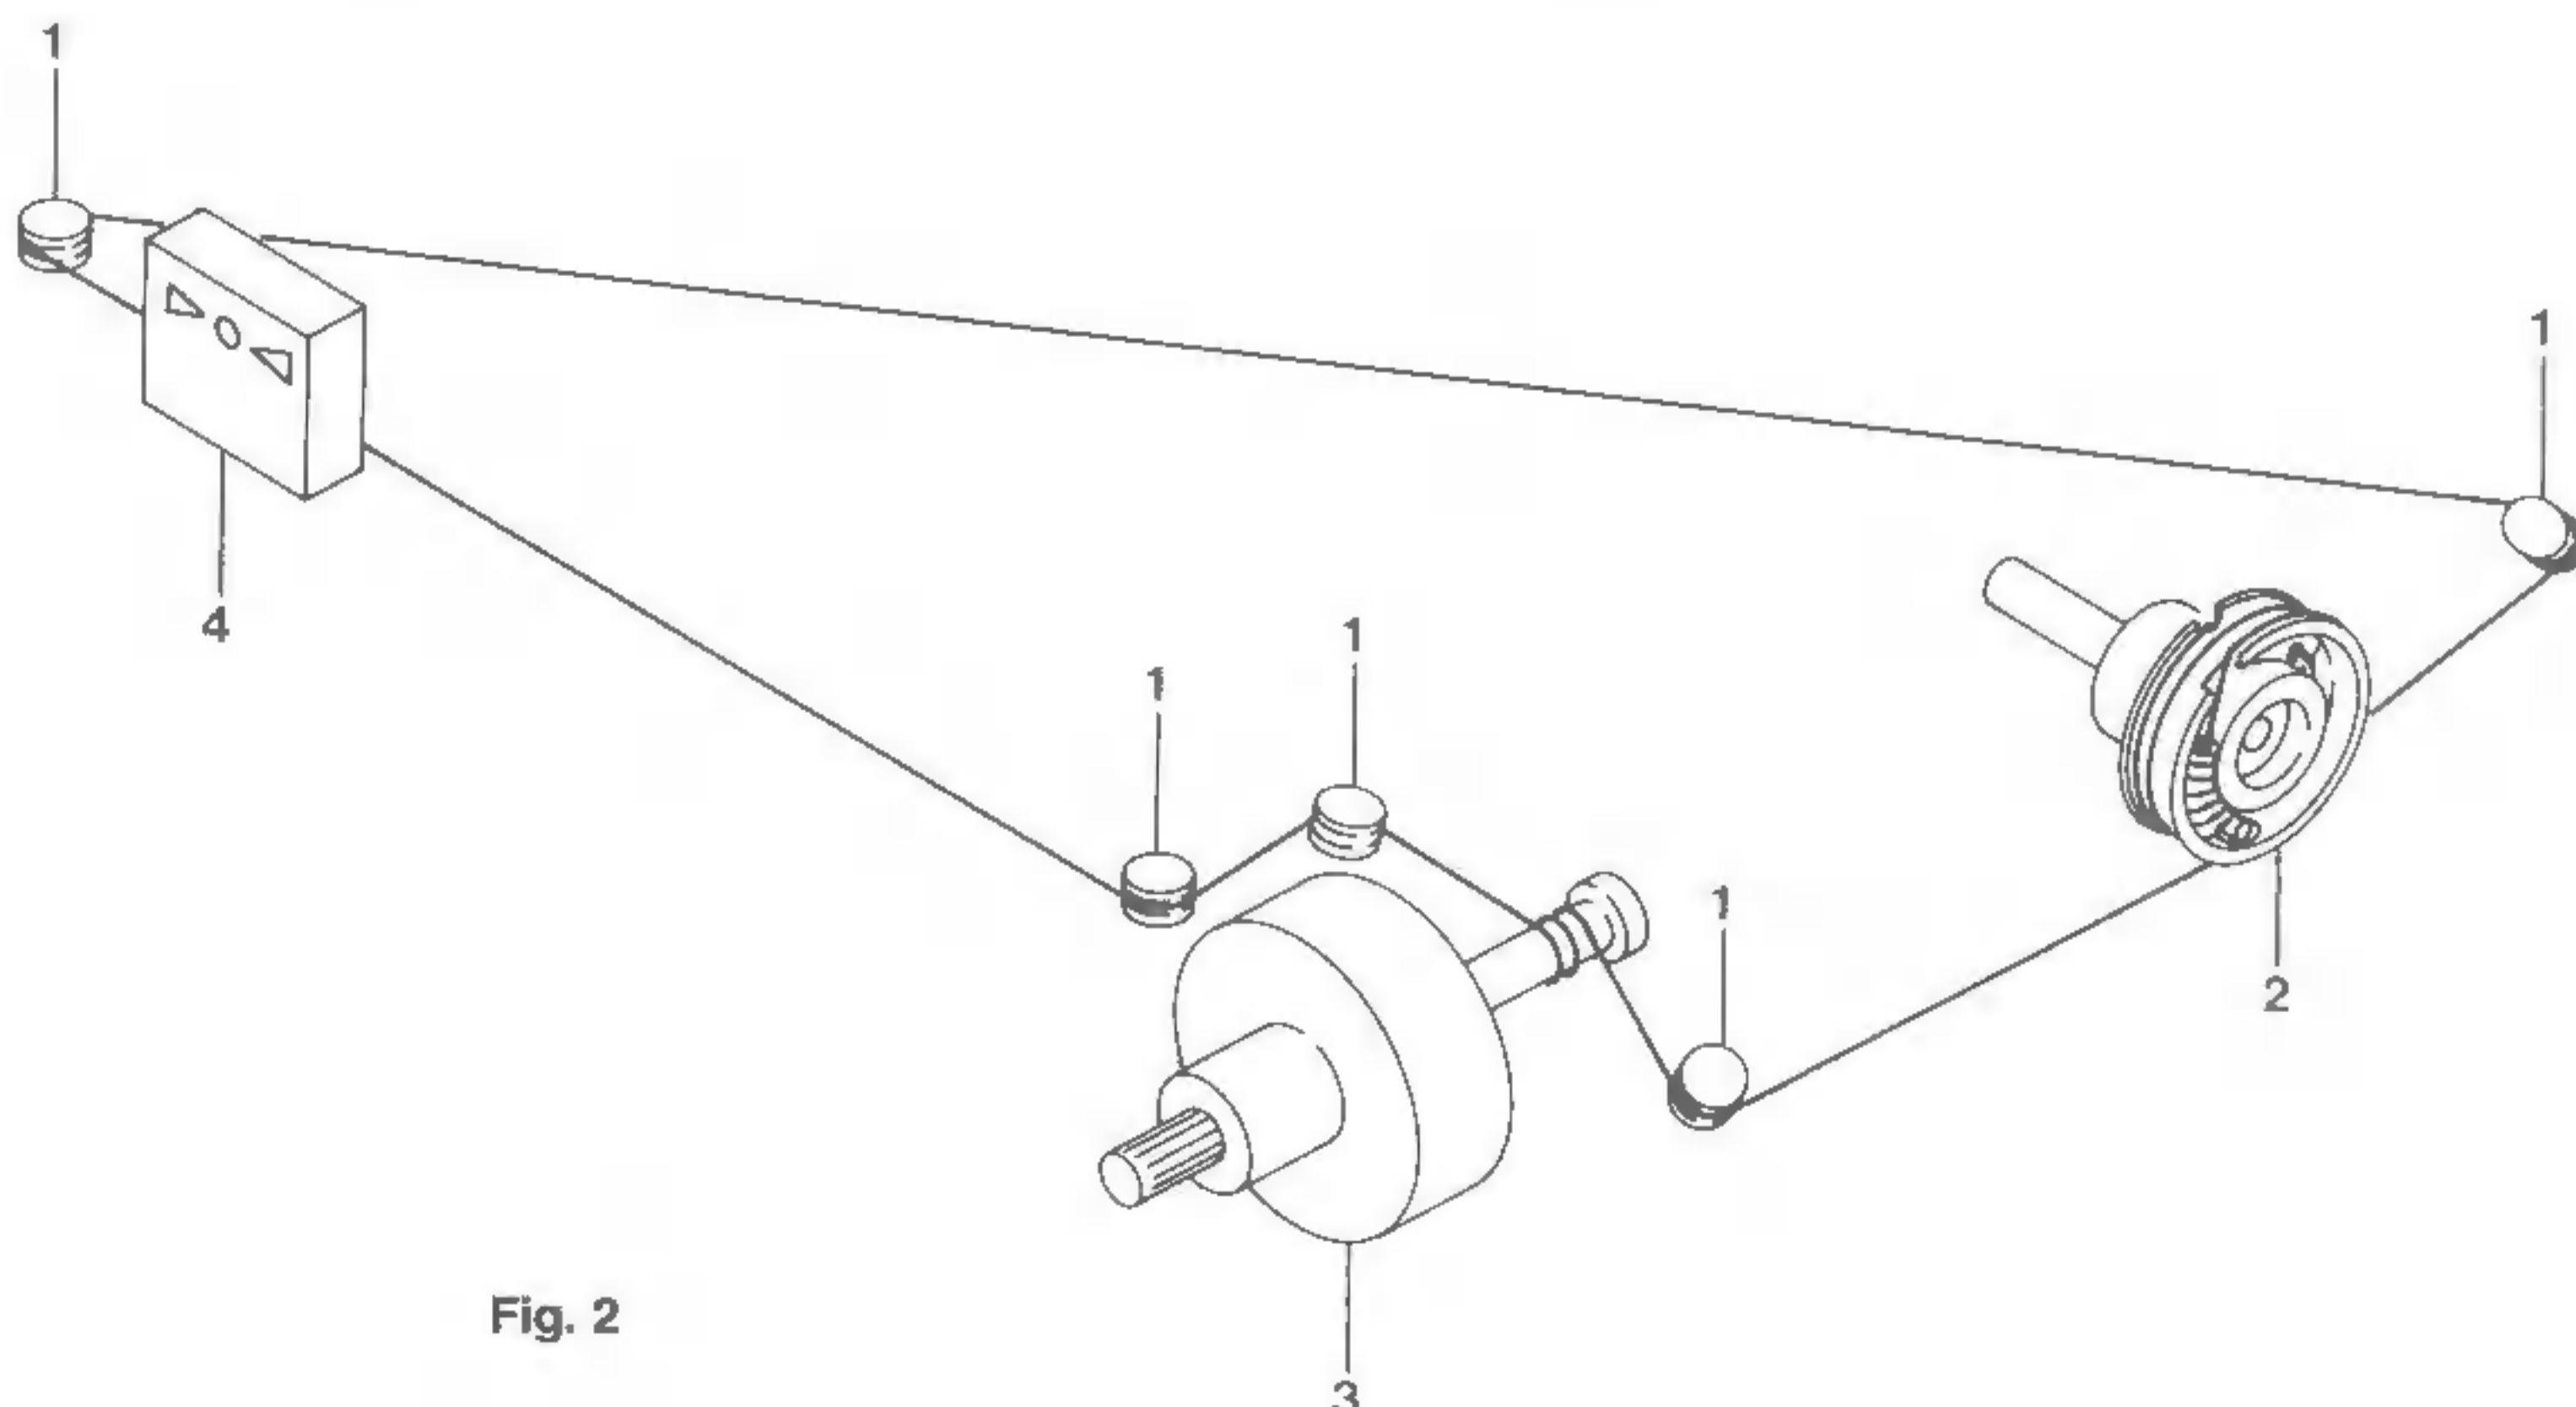

Fig. 2
4. Der Verlauf des Skalenseils ist aus Fig. 2 ersichtlich. Nach Erneuerung des Skalenseils muß die Anzeigeeinheit 4, Fig. 2, mit Hilfe eines Senders bekannter Frequenz bzw. des Meßsenders neu justiert werden.
4. Fig. 2 shows the dial cord run. After replacement of the dial cord, the indicator 4, Fig. 2, must be readjusted with the help of a transmitter of a known frequency or by the signal generator.